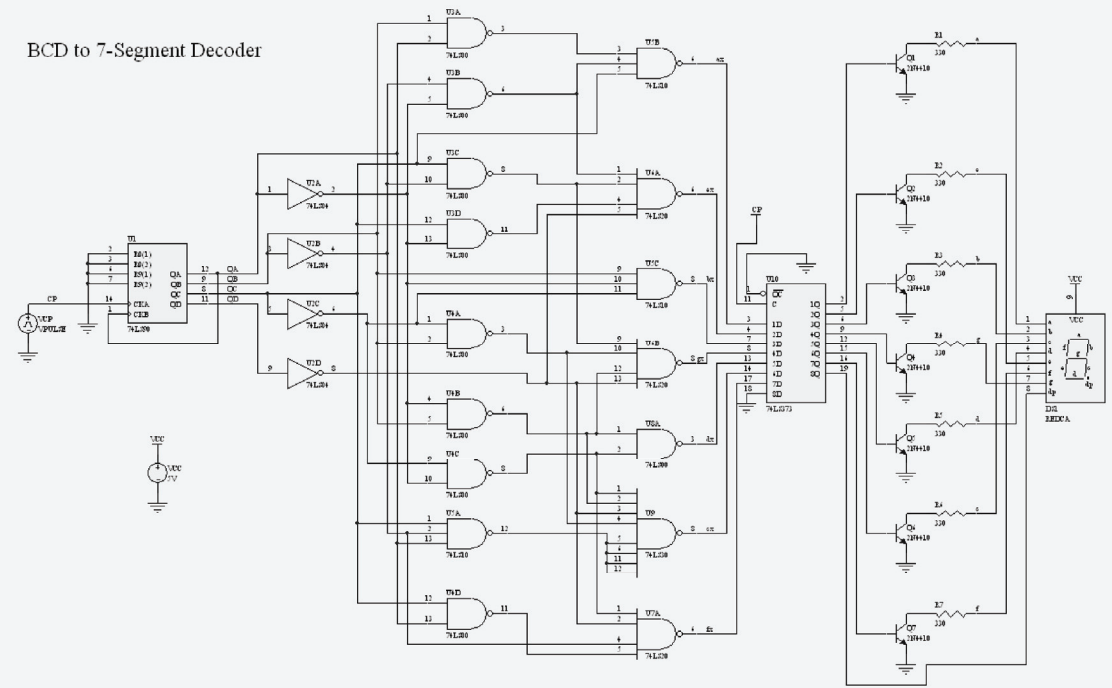

图 4-41 一个数字-模拟混合电路实例
1) 绘制原理图。在此例中，采用如图 4-41 所示的数字-模拟混合电路。该电路用来显示一个 BCD 码。电路的前部分是数字电路部分，后部分是模拟电路部分。该电路可以从 Protel 99 SE 的仿真实例目录中找到。